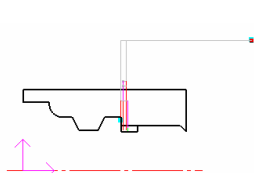

图 4-159 切槽加工轨迹
6) 生成刀具轨迹。当确定好进退刀点后，系统会自动生成绿色的刀具轨迹，如图 4-159 所示。